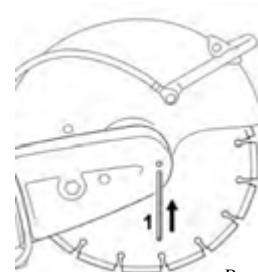

Рис. 4
- Вставьте стержень (1) через отверстие в ременную защиту (*рис. 4*).
- При помощи комбинированного ключа ослабьте и выкрутите шестигранный болт (2)